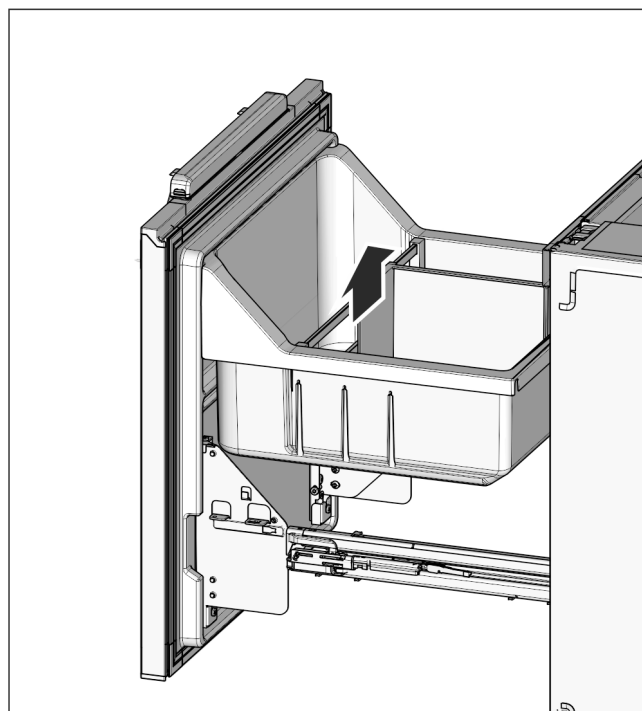

Fig. 25
- ▶ Снова вставьте полку для бутылок Fig. 25 (32) и вытяжной лоток Fig. 25 (31).